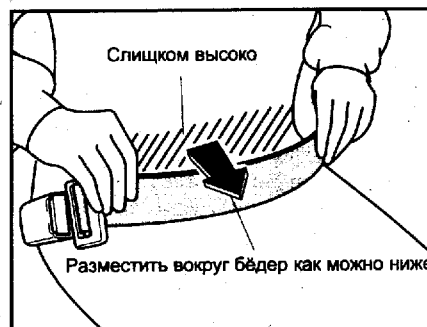

Рис. 35. Расположение бедренной части ремня безопасности заднего сиденья
6. Убедитесь, что ремень натянут КАК МОЖНО НИЖЕ ВОКРУГ БЁДЕР (рис. 35).